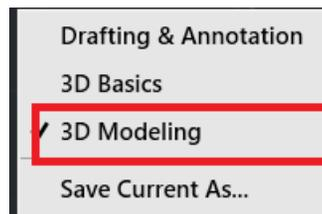

Figura 5.97. Ubicación de 3D Modeling.
Paso 2: Se cambia el espacio del modelo a 3D Modeling en la barra de estado. Figura 5.97